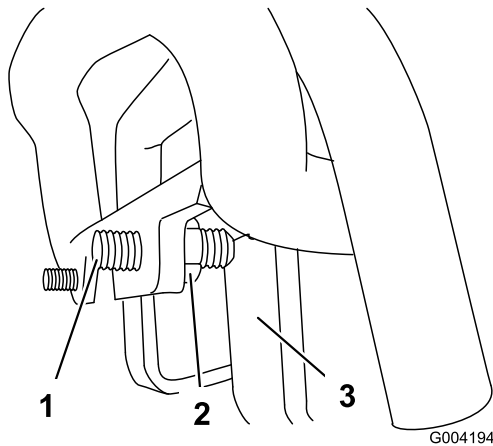

Figura 53
3. Se il trattore devia verso **sinistra**, allentare il controdado **destro** e regolare la vite di registro sulla parte anteriore del comando della trazione (Figura 53).
4. Se il trattore devia verso **destra**, allentare il controdado **sinistro** e regolare la vite di registro sulla parte anteriore del comando della trazione (Figura 53).